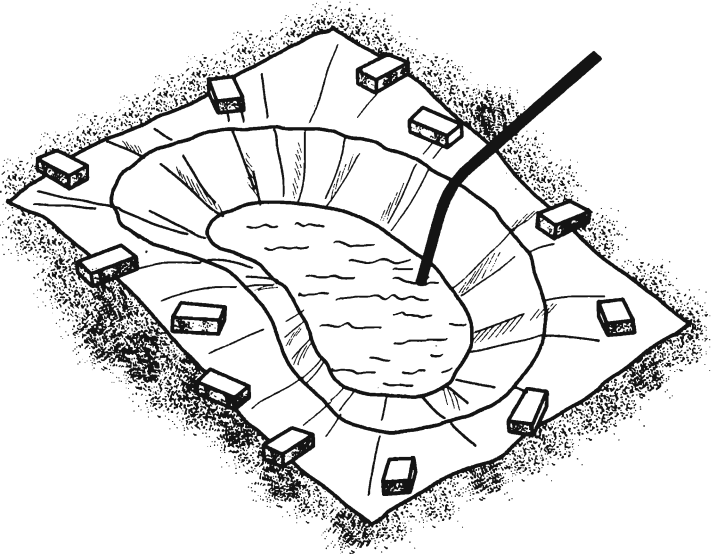

Рис. 4. Заполнение котлована водой
*Этап III.* Пленка должна слегка прогнуться, после чего в будущий пруд шлангом заливают воду. Под ее напором гидроизолят приобретает очертания выкопанного котлована. Наполнение проводят до тех пор, пока уровень воды не поднимется до высоты 5 см от верхней линии (рис. 4).